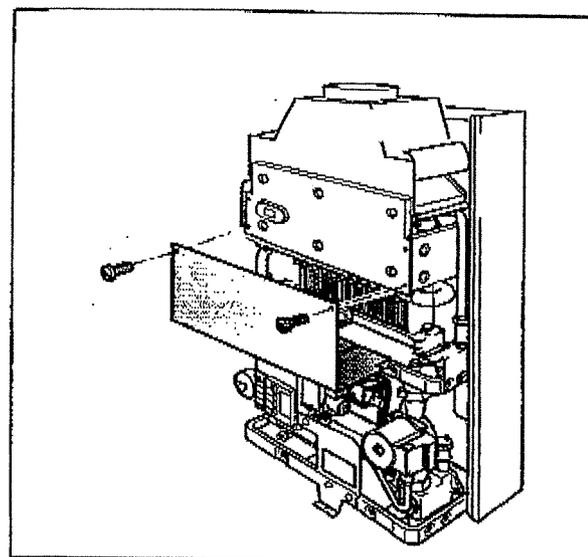

Fig. 35 Rimozione copertura inferiore bruciatore
- ◆ Togliere il coperchio del bruciatore (Fig. 35).